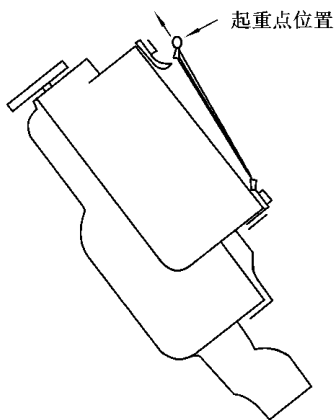

图 3.5.3
4. 确信起重点或连接点是可靠的,这样物体才不会突然滑落!如图 3.5.3 所示。